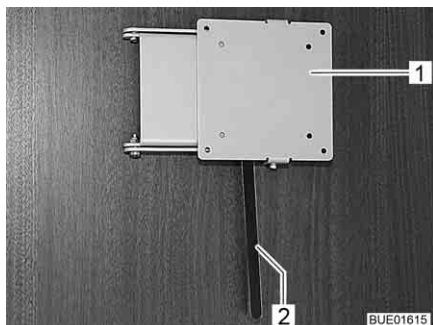

Fig. 76 Support avec levier de déverrouillage
- Pousser le levier de déverrouillage (Fig. 76,2) sur le côté et pivoter le support (Fig. 76,1) et l'écran plat pour les amener en position souhaitée.
- Pivoter l'écran plat en sens inverse, jusqu'à ce que le support (Fig. 76,1) s'enclenche dans le verrouillage.